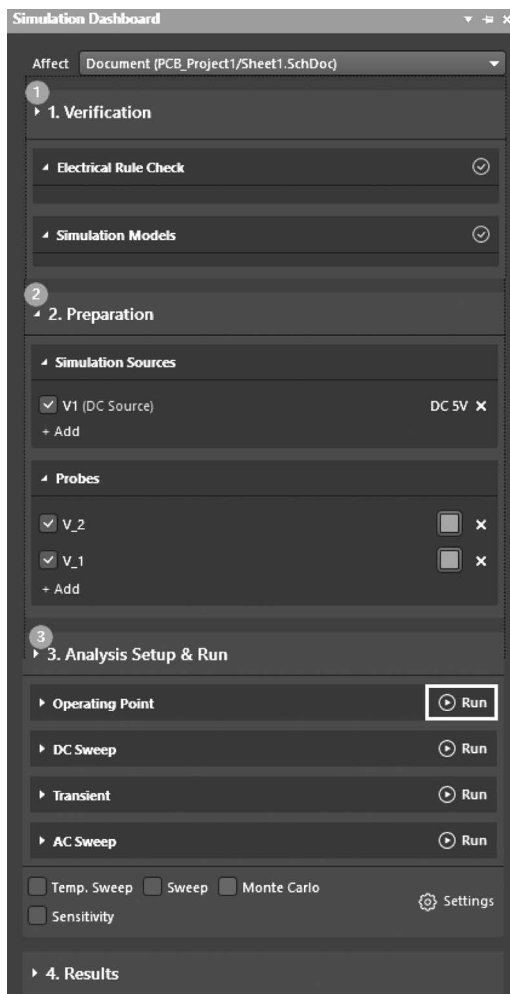

图 3-10 设置直流工作点分析参数
(2) 打开如图 3-10 所示的 Simulation Dashboard 界面。按下面参数设置: